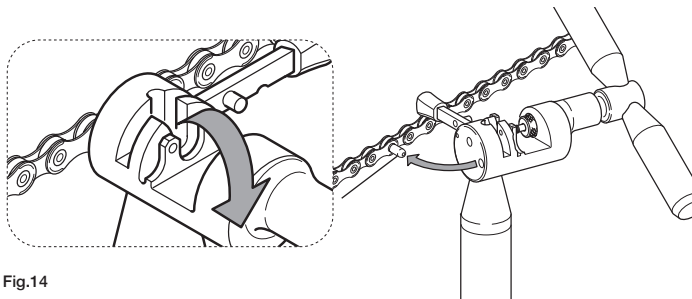

Fig.14
- Insérez la portion de guidage qui dépasse dans le trou prévu à cet effet à la base de l'outil, puis cassez-la avec une flexion (Fig. 14).